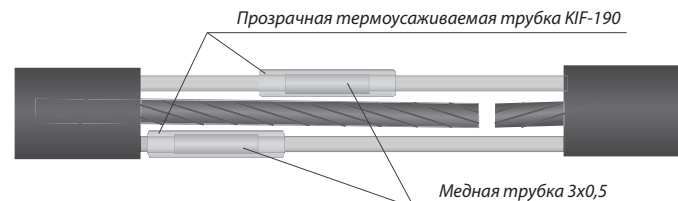

Рис. 3. Нанесение первого слоя изоляции
3.4. Нанесение первого слоя изоляции (см. рис. 3).